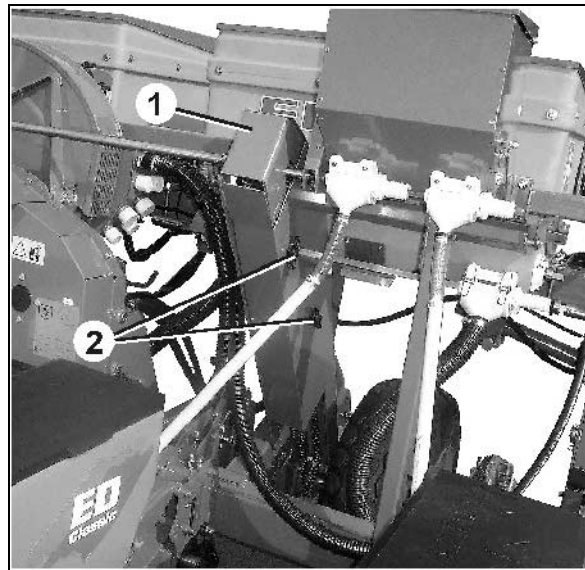

Fig. 50
1. Slacken thumb nut (Fig. 50/2).
2. remove chain guard (Fig. 50/1).